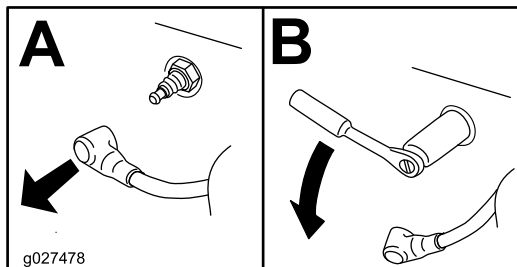

Figure 26
4. Déposez les bougies, comme montré à la Figure 26.